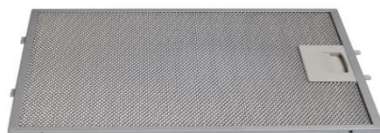

Рис. 1
1. Снимите алюминиевый жироулавливающий фильтр (рис. 1).
6. Установите алюминиевый жироулавливающий фильтр (рис. 1).
Для отсоединения алюминиевого фильтра (рис. 1) следует нажать на пружинный замок на фильтре и вынуть его. Установка фильтра производится в обратном порядке.